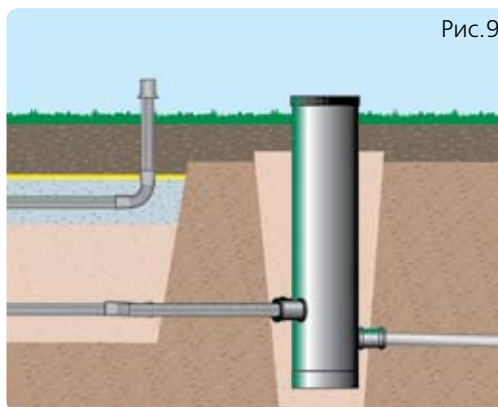

Рис.9
9. Коллекторные дренажные трубы подведите в **коллекторный колодец** Рис. 9. Из колодца очищенная вода отводится из коллекторного колодца к месту ее сброса по канализационной или ливневой трубе самотеком или с помощью дренажного насоса. Выполните обратную засыпку котлована вокруг коллекторного колодца песком с последующим тщательным послойным трамбованием.